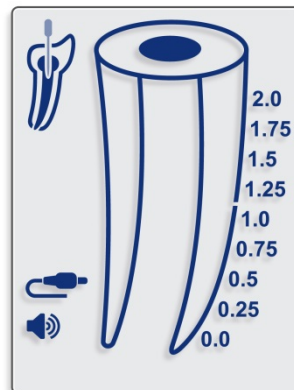

Bild 4
- 7.4.7. Innan läpphaken och filhållaren/handsensorn tillsammans med mätkabeln ansluts till patienten ska mätkabeln kopplas till enheten. Kontrollera att kabelikonen visas på skärmen (bild 4).